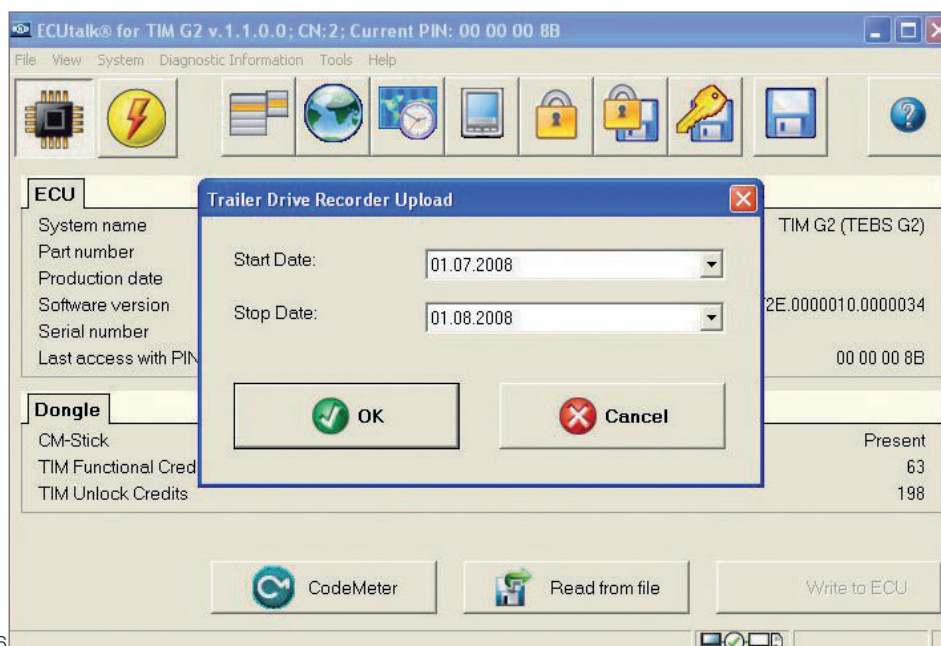

Fig. 36
- sélectionner "TDR Specific Interval" (Intervalle spécifique TDR) pour définir une date de début et une date de fin (Fig. 36).